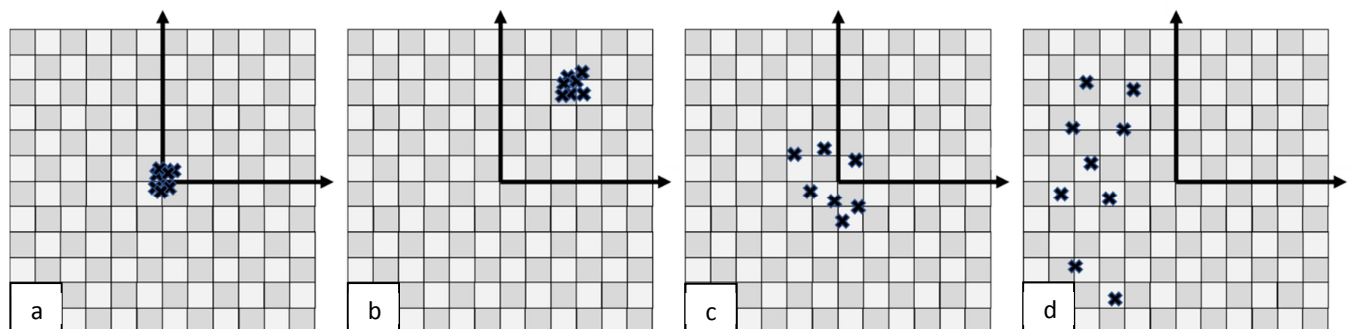

Bild 13.1: Verschiedene Ergebnisse ihrer Justierung im Vergleich zum Zielzustand im Zentrum des Sensors.
- Beschreiben Sie die in Bild 13.1 gezeigten Ergebnisse Ihrer Justierung in Bezug auf die Eigenschaft des Prüfmittels.